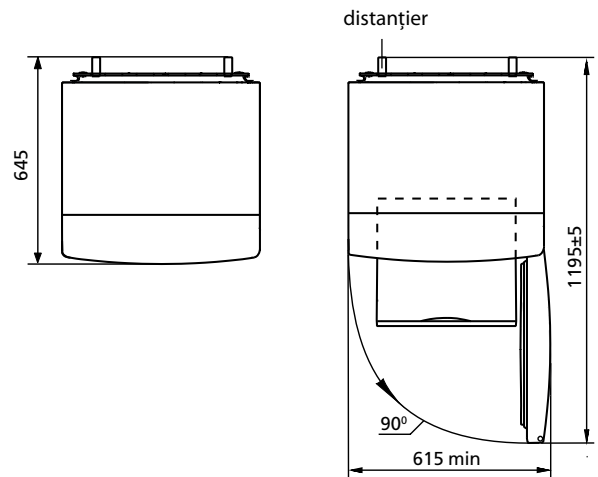

Figura 2 – Frigider (vedere de sus)
**1.4** Spațiul total necesar pentru funcționarea frigiderului se determină de dimensiunile, indicate în milimetri în figura 2. Pentru extragerea liberă a componentelor din frigider este necesar de deschis ușa la unghiul nu mai mic de 90°.